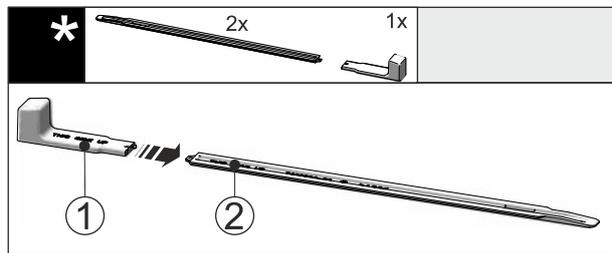

Fig. 49
- Insertar el tirador de montaje Fig. 49 (1) en el riel de nivelación Fig. 49 (2).